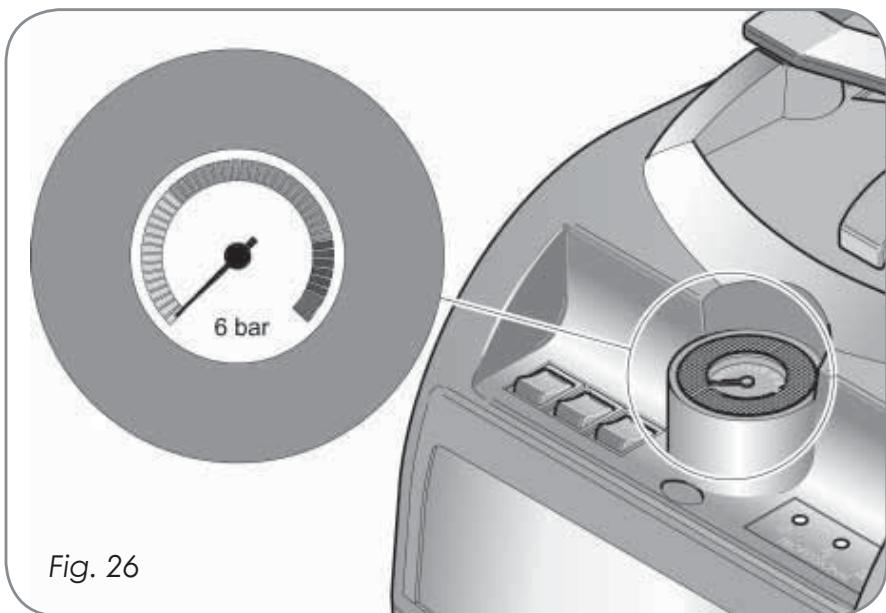

Fig. 26
**Hay que llevar a cabo cualquier procedimiento de mantenimiento sólo y exclusivamente con la máquina fría y completamente descargada de presión (aguja del manómetro situada en "0") (Fig. 26).**